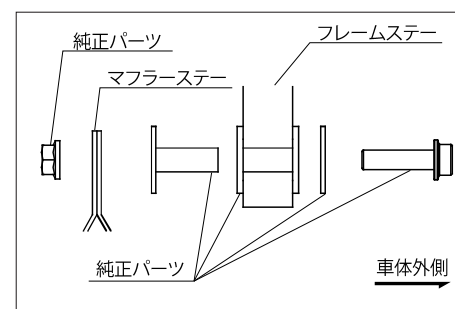

図. 5
- ⑤ 写真を参考に、フレーム下側のステーへ、マフラステーを合わせ仮組みします。再使用する純正部品の組み付け順は図 5 を参考にして下さい。